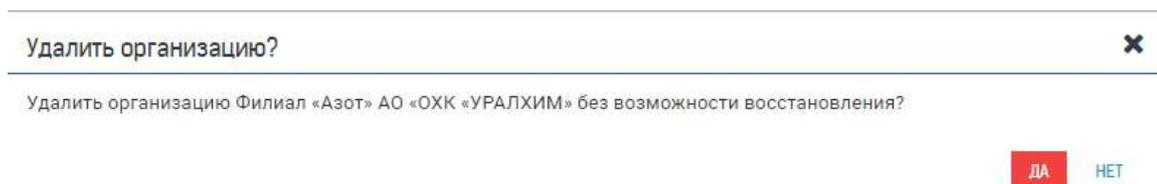

Рисунок 8 — Окно подтверждение удаления организации
9. При удалении организации из списка подтвердите свои действия во всплывающем окне (см.рис.8);